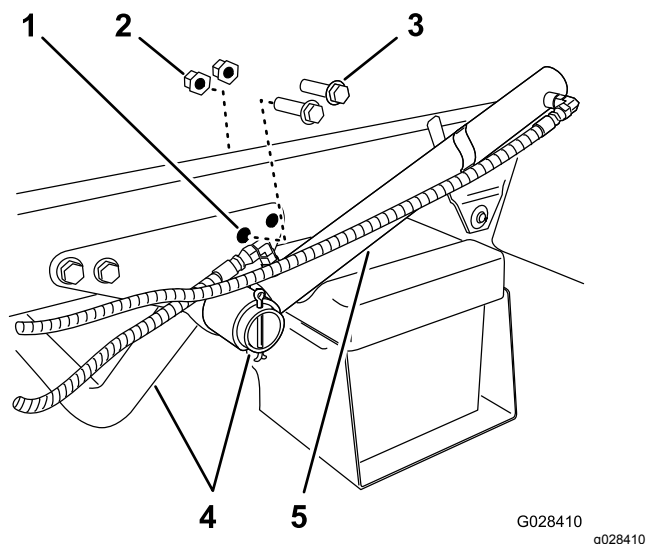

Figure 6
1. Retirez les 2 boulons à embase arrière et les 2 écrous à embase qui fixent le support du tube du moteur au cadre de la machine (Figure 6).
2. Tournez le vérin de levage pour obtenir l'espace nécessaire au montage de la patte de maintien du patin de la cuve (Figure 6).